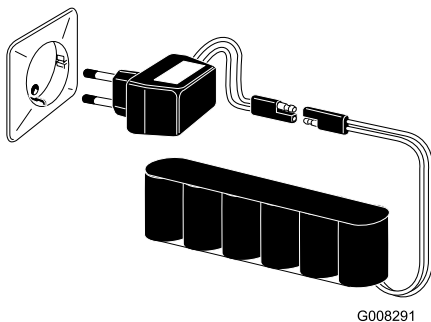

Figura 25
3. Conecte el cargador a la batería (Figura 25).
4. Conecte el cargador a una toma de corriente y cargue la batería durante **24 horas** (Figura 25).